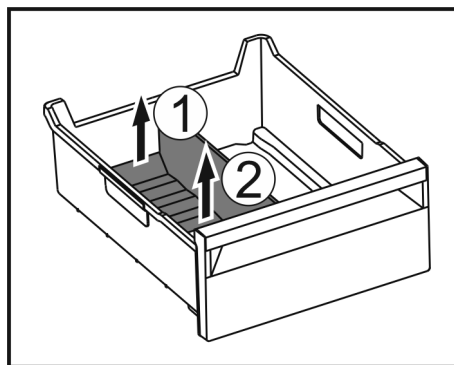

Fig. 151
- Sollevare la parte posteriore del divisore dello scomparto del ghiaccio. Fig. 151 (1)
- Rimuovere il divisore dello scomparto del ghiaccio verso l'alto. Fig. 151 (2)